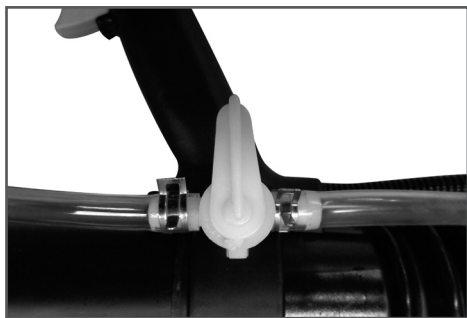

Рис. 8 Установка шланга насоса на штуцер
8. Установите напорную трубку насоса на штуцер запорного крана и закрепите ее хомутом (Рис.8).